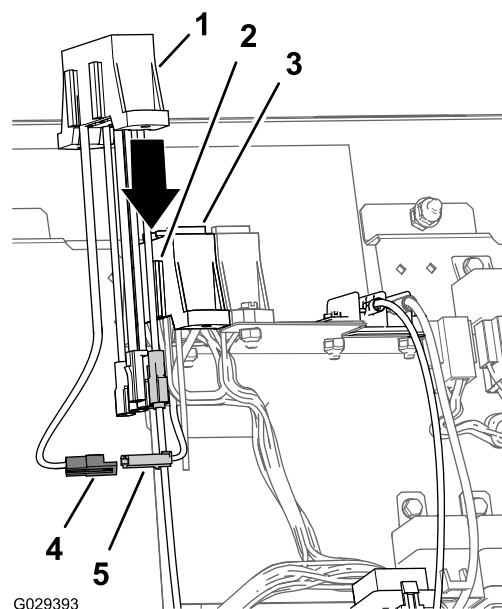

図 22
2. 車両用ヒューズブロックの補助フィード線用の2ピンコネクタを、補助ヒューズブロックのフィード線用の2口コネクタに接続する 図 22。
3. 補助ヒューズブロックのスロットを、車両用ヒューズブロックの取り付けフランジに合わせる 図 22。